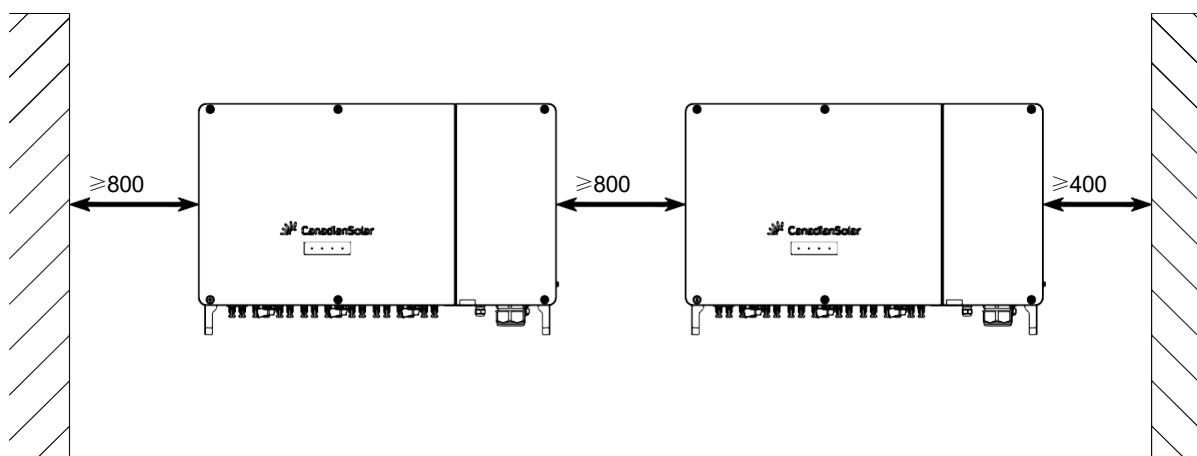

FIG 3-4 Espaço de instalação de vários inversores
- 2) Ao instalar vários inversores, certifique-se de que haja espaçamento adequado entre cada unidade para permitir ventilação adequada e evitar superaquecimento, conforme mostrado na FIG. 3-4.